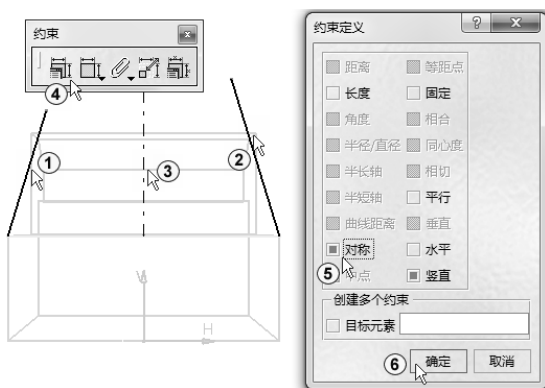

图 3-10 绘制草图
3) 单击“直线”按钮, 绘制两条斜线。单击“轴”按钮, 绘制一条垂直中心线。按住〈Ctrl〉键选择刚刚绘制的 3 条线, 如图 3-10 中①~③所示。再单击“对话框中定义的约束”按钮, 在弹出的“约束定义”对话框中选择“对称”选项, 如图 3-10 中④⑤所示。单击“确定”按钮, 如图 3-10 中⑥所示。